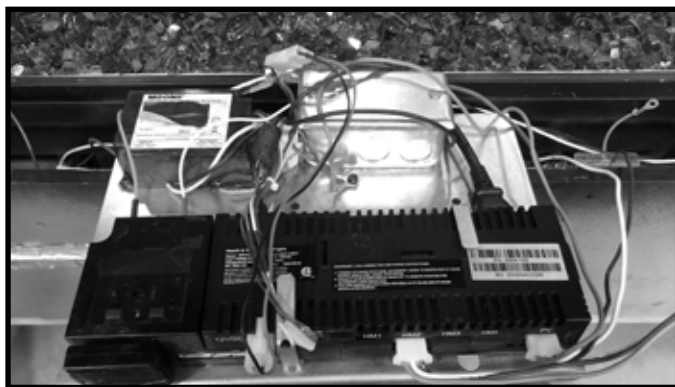
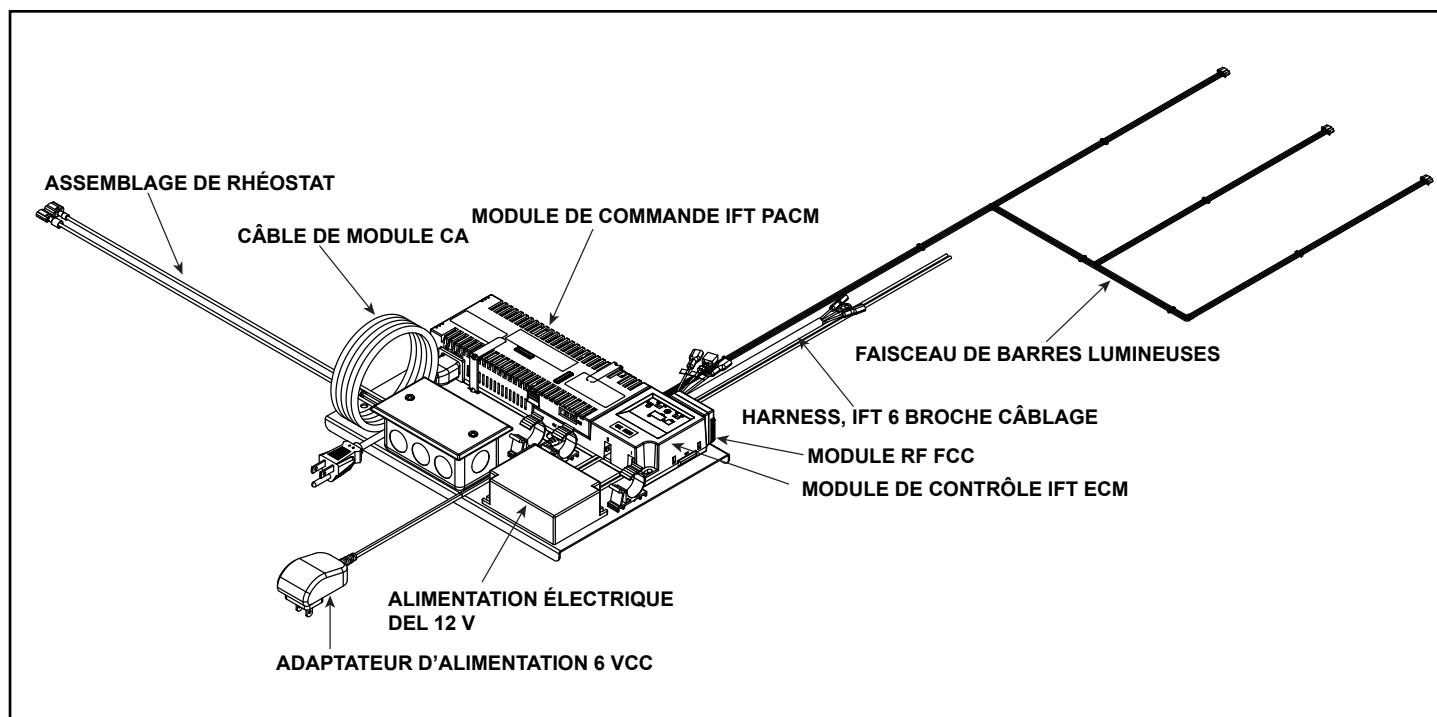

Figure 8.5 Retrait du bac à composants
Figure 8.6 Assemblage du bac à composants
8. Soulevez le plateau des composants pour le faire sortir de la cavité de contrôle de l'appareil. Faites-le pivoter vers le bas jusqu'à ce qu'il soit en position horizontale, comme le montre la figure 8.5. La figure 8.6 montre la disposition des composants sur le plateau.